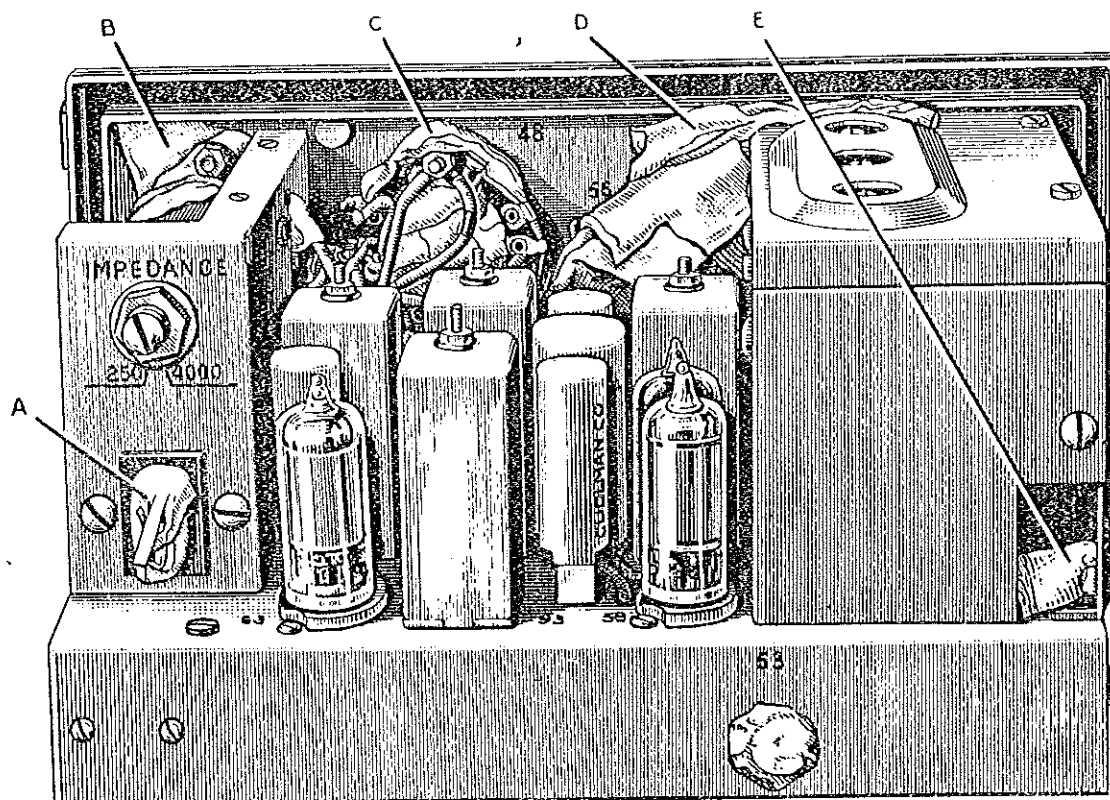

Fig.46. Arrière chassis du récepteur éléments masqués
- (c) Broches de la fiche mâle d'alimentation, pièce A, figure 46.
- (e) Commutateur de sensibilité, pièce B, figure 46.
- (f) Commutateur PHONE-CW-NET-CAL pièce C, figure 46.
- (g) Engrenages du mécanisme d'accord pièce D, figure 46.
- (h) Jack connecteur d'antenne, pièce E, figure 46.